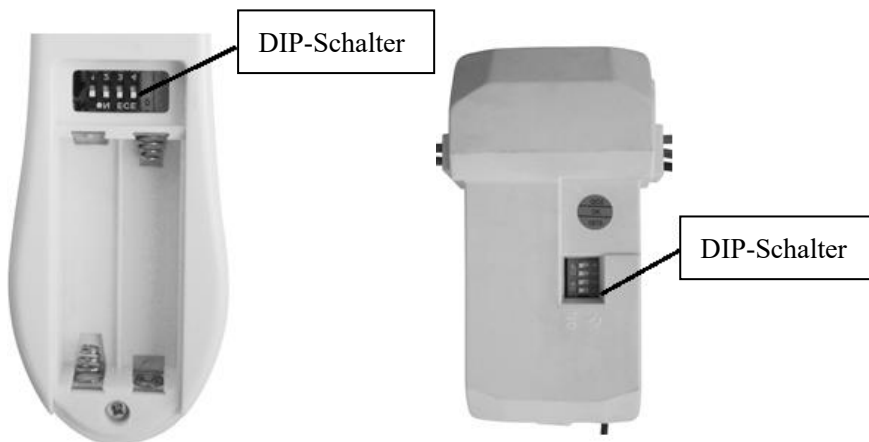

Abb. 11 Batteriefach der Fernbedienung
- Für den Betrieb der Fernbedienung werden 2 x AAA-Batterien (1,5 V) benötigt. Entfernen Sie die Batterieabdeckung auf der Rückseite der Fernbedienung und legen Sie 2 x AAA-Batterien ein. Vergewissern Sie sich, dass die Polarität wie im Batteriefach gezeigt korrekt ist. **(Abb.11)** (Batterien nicht im Lieferumfang enthalten.)